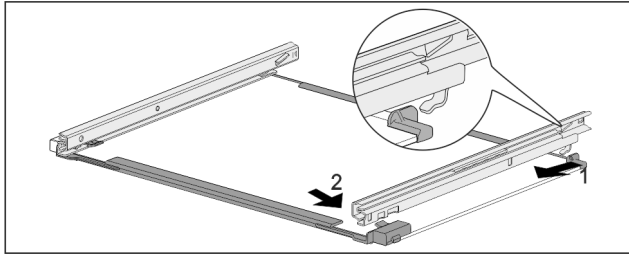

Fig. 174 Placa de vidrio con guías
- ▶ Enganche la guía por detrás. Fig. 174 (1)
- ▶ Encastre la guía por delante. Fig. 174 (2)